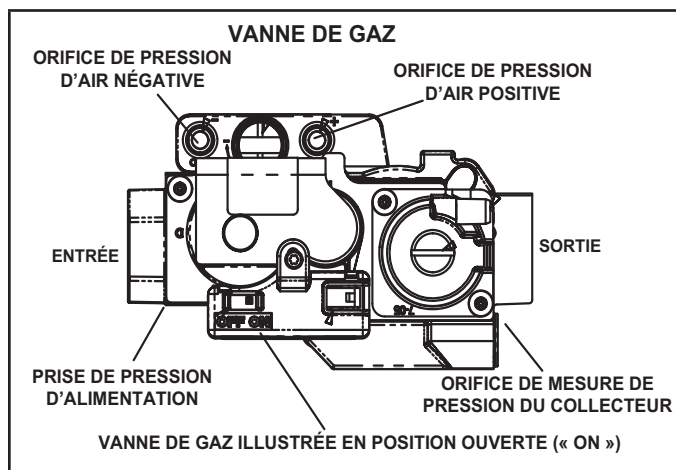

FIGURE 51
Fonctionnement de la vanne de gaz (FIGURE 51)
- 6- Mettre l'interrupteur de la vanne de gaz sur OFF / FERMÉE. Voir la FIGURE 51.
- 8- Mettre l'interrupteur de la vanne de gaz sur « ON ». Voir la FIGURE 51. Ne pas forcer.